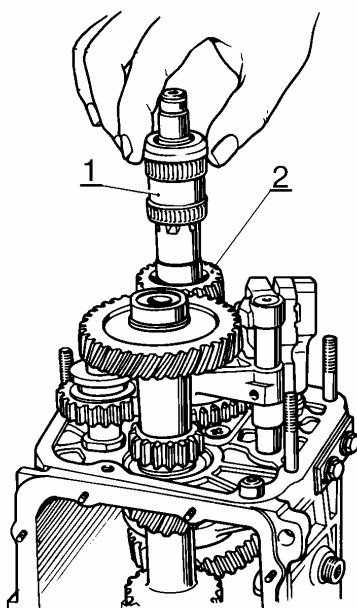

Рис.16. Снятие втулки шестерни V передачи:
- снять маслоотражатель 35, рис 6, и втулку 36 шестерни V передачи, как показано на рис.16 (отвертка плоская);